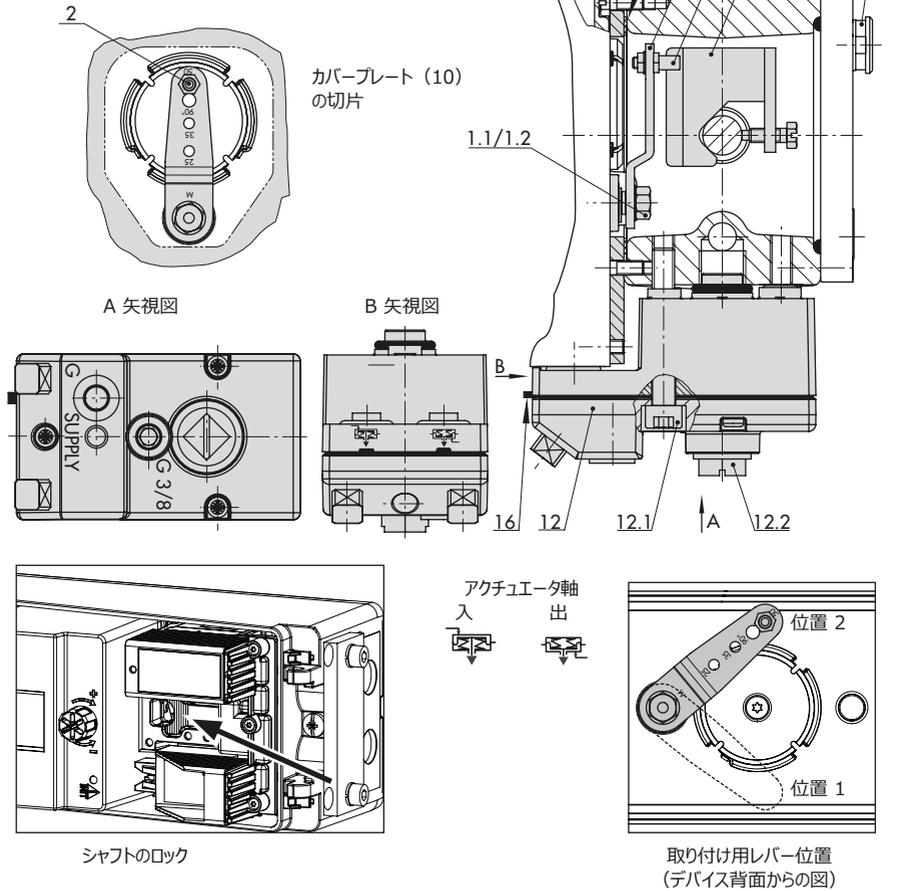

図. 7: アクチュエータタイプ 3277 (240、350、355、750 cm²) への直接接続
- アクチュエータ 240 ~ 750 cm² (図. 7)
1. フォロワクランプ (3) をアクチュエータ軸の上に置き、取り付けねじがアクチュエータ軸の溝に収まるように位置を調節し、しっかりとねじ込みます。
2. 狭い側の切片が信号空気圧カネクションの方を向くように、カバープレート (10) を取り付けます。糊付けしたフラットガスケット (14) がアクチュエータヨークの方を向いていることを確認します。
3. M レバー (1) で以下のピン (2) のピン位置を点検します。取り付けの種類については、ストロークテーブルを参照してください。必要に応じてピン位置を変更します (セクション 5.2 を参照)。
4. 成形シール (15) をポジションハウジングの溝に取り付けます。
5. スプリング張力が感じられる (位置 1) まで、レバーを反時計方向に回します。さらにレバーを位置 2 まで回し続けます (右下の図. 7 を参照)。
6. シャフトロックを押して (左下の図. 7 を参照)、レバーを位置 2 に保持します。
7. フォロワピン (2) がフォロワクランプ (3) の上に載るようにポジションをカバープレートの上に置きます。レバー (1) は、スプリングの力でフォロワクランプ上に載った状態でなければなりません。
接続ブロックにあるブランキングプラグ（43 ページの 12.2、図. 7）を取り外し、排気側でスプリングチャンバへの空気圧接続を確立します。